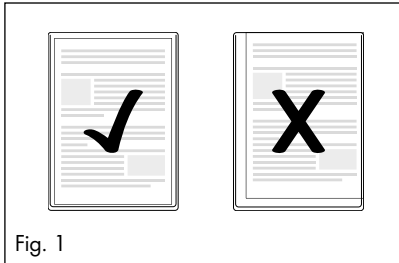

Fig. 1
- ▶ Tenga en cuenta que todos los bordes del documento deben estar a una distancia mínima de dos milímetros con respecto al borde de la funda de plástico de la manera indicada en la fig. 1.